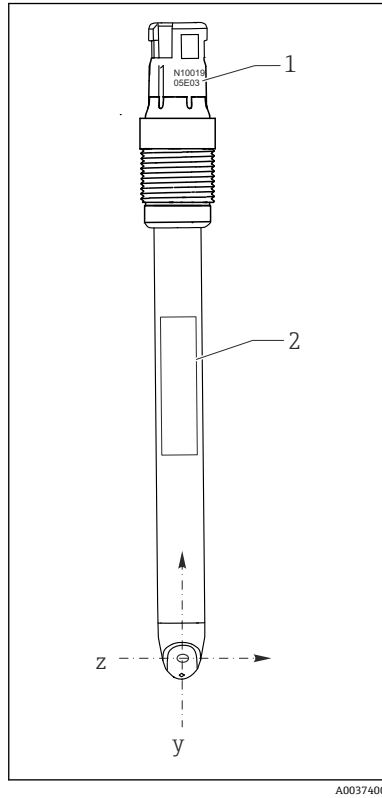
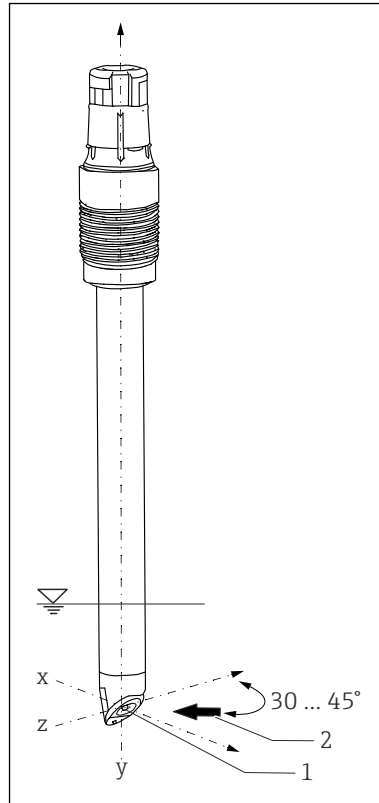

图 6 电极安装方向示意图 (正视图)
图 7 电极安装方向示意图 (3D 视图)
2. 安装就位的 ISFET 芯片，与介质流向（图号 2）的夹角在 30 ... 45° 之间 → 图 7, 图 7。使用旋转电极头调节安装角度。
在安装支架中安装电极时，注意插接头上光刻的序列号，确保电极安装位置正确 → 图 6, 图 7。标记始终与 ISFET 芯片和铭牌处于同一平面 (Z-y 方向)。
- B 允许安装角度，请注意基本条件 → 图 7